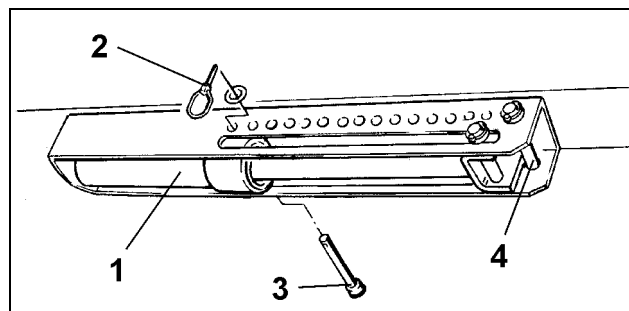

Fig. 88
Collegare il cilindro idraulico (Fig. 88/1) ad una centralina del trattore a semplice effetto (vedi cap. 8.2) e azionare la centralina esclusivamente dalla cabina del trattore.
Inserire due bulloni (Fig. 88/3 e Fig. 88/4) come battuta d'arresto del cilindro idraulico (Fig. 88/1) nel segmento di regolazione. La battuta di arresto del cilindro idraulico si trova sul bullone (Fig. 88/3) quando il cilindro idraulico è senza pressione e sul bullone (Fig. 88/4) quando il cilindro idraulico è in pressione.
- Mettere in pressione il cilindro idraulico (Fig. 88/1).
- Inserire i bulloni (Fig. 88/3) in un foro del gruppo forato e fissarli con una spina a scatto (Fig. 88/2).